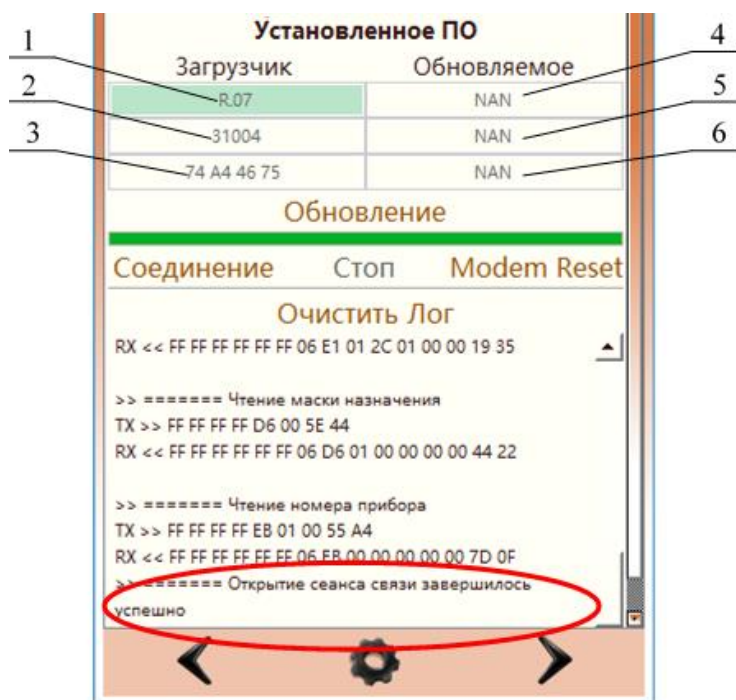

Рисунок 11 – Данные об установленном ПО устройства, отображаемые в окне «Подключение»
- запись об открытии сеанса связи в логе (рис. 11).
После открытия сеанса связи в окне «Подключение» разблокируется кнопка «Обновление» (поз. 6 рис. 10), а в полях «Загрузчик» и «Обновляемое» – выведутся данные о ПО подключенного устройства (рис. 11; таблица 8).
- в полях «Загрузчик» (рис. 11 поз. 1, 2, 3) отражаются данные о ПО, установленном производителем и не подлежащем обновлению и изменению;
Таблица 8 – данные полей «Загрузчик» и «Обновляемое» (рис. 11)